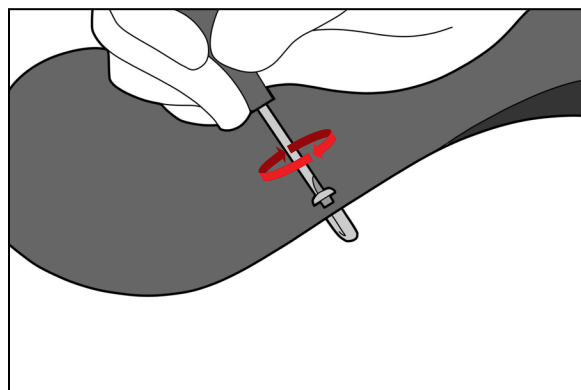

图 8
4. 使用 $\frac{1}{8}$ " 一字螺丝刀拧紧螺钉直至旋紧。(图 8)。